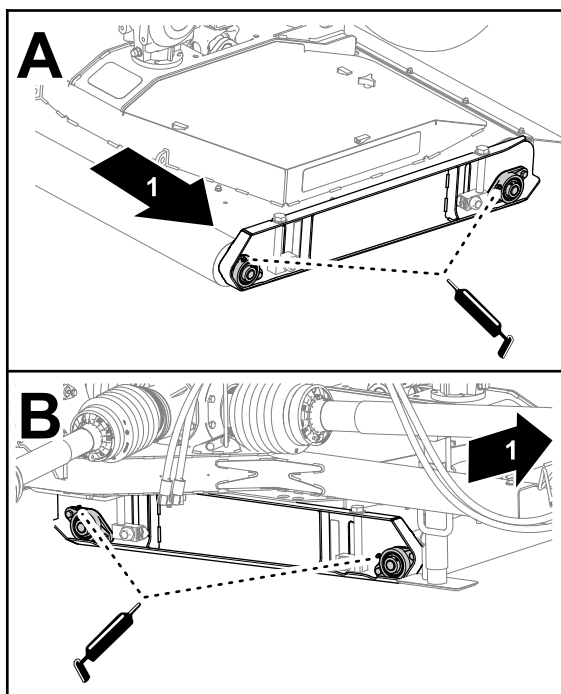

図 56
1. デッキの左側にあるデッキローラベアリングに所定のグリスを注入する 図 56。
2. デッキの右側にあるデッキローラベアリングに所定のグリスを注入する 図 56。